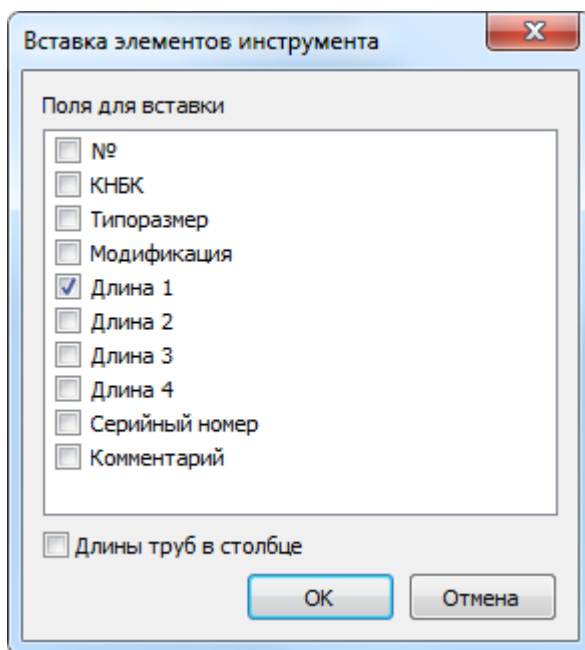

Рисунок 100. Вставка элементов инструмента
3. В диалоге (Рис. 100) флажками отмечены поля, в которые произойдёт вставка значений из буфера обмена.